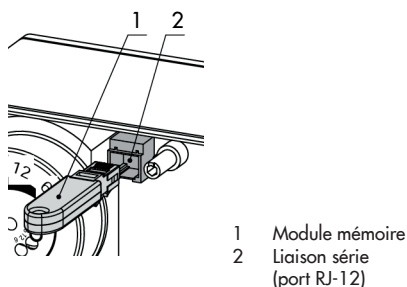

Fig. 8-3 : Connexion servomoteur-module mémoire
Le module mémoire est connecté au servomoteur comme illustré sur la Fig. 8-3. La procédure à suivre pour transmettre des données est décrite dans la notice d'utilisation du logiciel TROVIS-VIEW ► EB 6661.
1. Raccorder le module mémoire à la liaison série du servomoteur (voir Fig. 8-3).